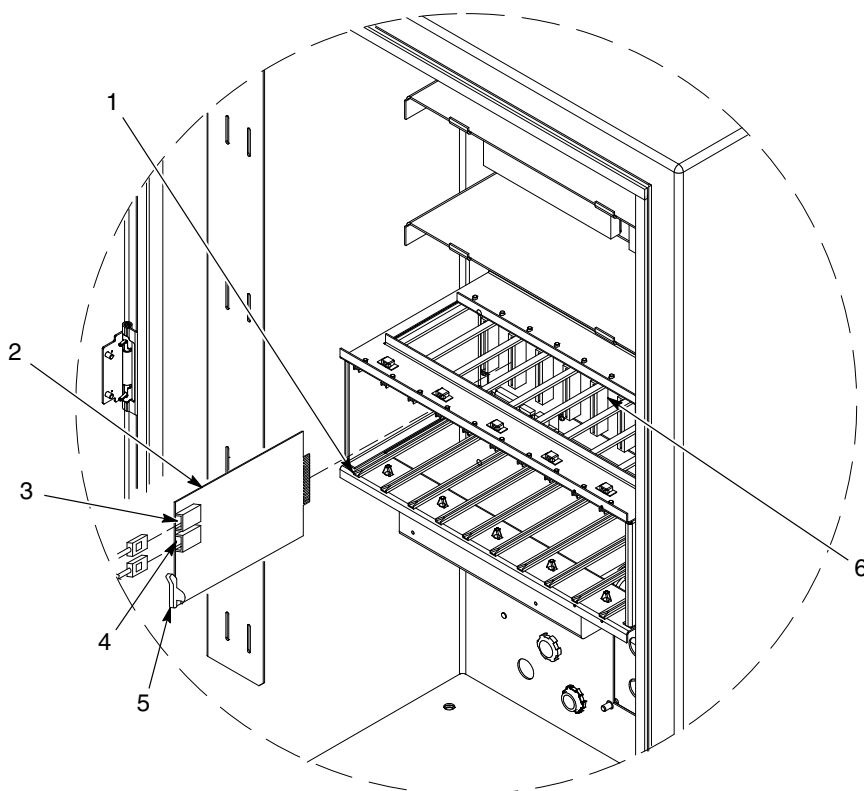

Figura 5-3 Înlocuirea cartelei pentru comanda pistolului
A se vedea Figura 5-3. Cartelele pentru comanda pistolului (2) sunt montate în cușca pentru card de la stânga la dreapta. Fiecare cartelă comandă două pistoale: priza inferioară de pe cartelă este pentru pistolul cu număr impar; priza superioară pentru pistolul cu număr par.